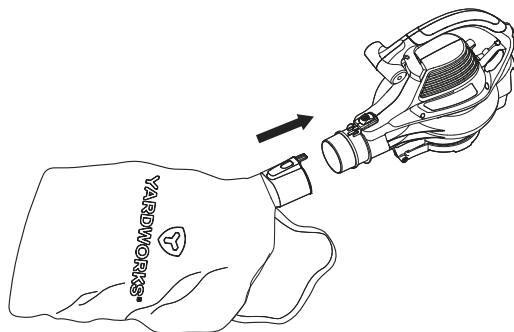

Fig. 5
- Ajoutez le sac à feuilles en alignant simplement le manchon en plastique sur le sac à feuilles au raccord de la souffleuse. (Fig. 5)